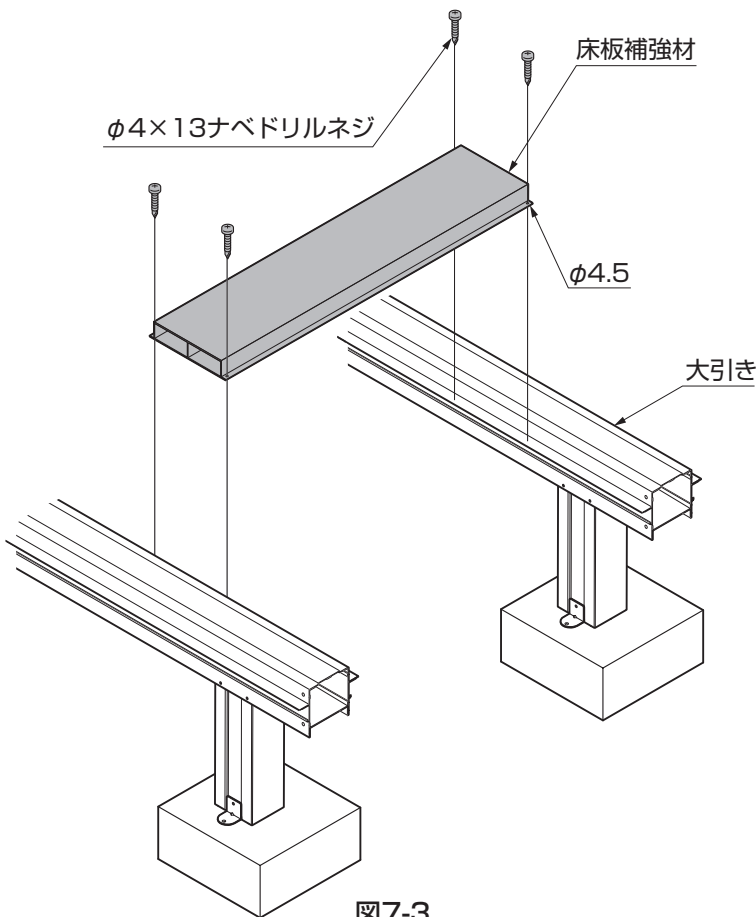

図7-3
①大引きピッチ(※1)にあわせて床板補強材を切断してください。(図7-3参照)